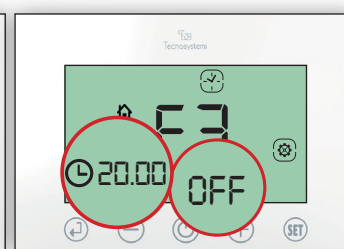

Fig.15
3.3 Impostare l'orario di spegnimento OFF della fascia F3 (20.00) e confermare con (↩). (Fig.15)